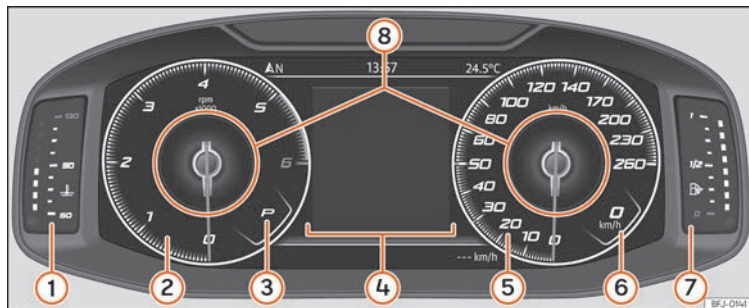

Fig.107 SEAT Digital Cockpit sur le tableau de bord (vue classique).
La *Vue Classique* et les *Semicircular watches* offrent la possibilité de personnaliser les informations figurant dans les **Profils d'information** » **fig.107** ⑧.
Les aiguilles du compte-tours et du tachymètre sont affichées en entier **»» fig. 107.**